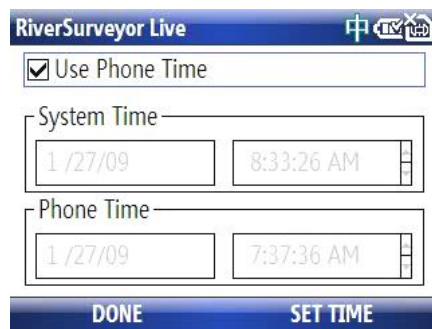

Figura 64. Utilidades - Configuración de tiempo del sistema
**Establecer la hora del sistema** (Figura 64): Se utiliza para establecer la hora del sistema a la hora del dispositivo móvil o para introducir la hora manualmente. Por lo general, es una configuración en la fase del pre-procesamiento que se puede usar como predeterminada para todas las mediciones. Utilice las flechas arriba / abajo para desplazarse entre los campos y las teclas numéricas para introducir datos. Seleccione **SET TIME** (configurar tiempo) para actualizar la hora del sistema y **Hecho (DONE)** para volver al menú Utilidades.